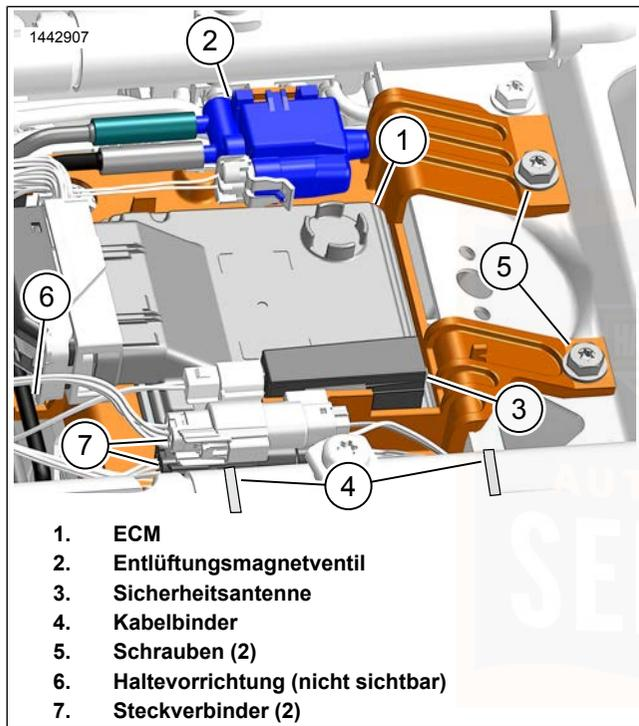
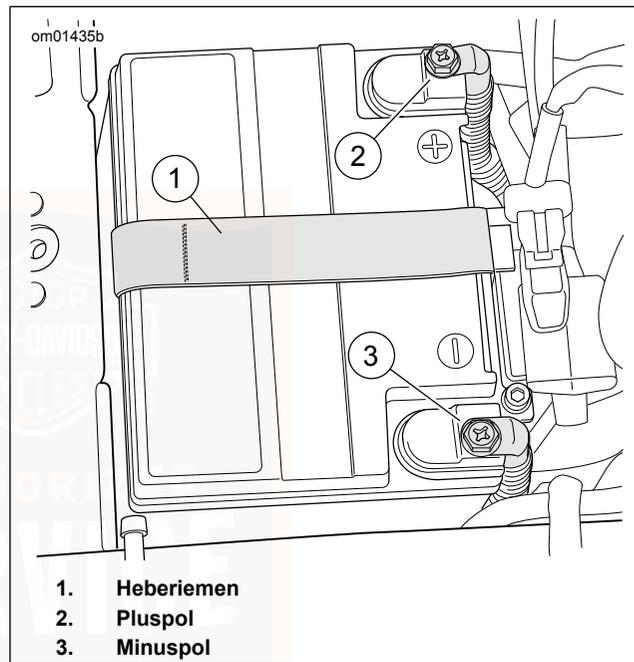

Abbildung 88. Obere Elektriztafel
Abbildung 89. Batteriefach
2. Siehe Abbildung 88. ECM (1) von der oberen Elektriztafel lösen. Beiseiteschieben.
3. Sofern vorhanden, das Entlüftungsmagnetventil (2) nach oben verschieben, um es von der oberen Elektriztafel zu lösen.
4. **Modelle mit Sicherheitssystem:** Die Sicherheitsantenne (3) von der oberen Elektriztafel lösen und aus dem Weg schieben.
5. Steckverbinder (7) von den Fixierungen auf der oberen Elektriztafel lösen.
6. Befestigungsteile (5) entfernen.
7. Kabelbinder durchschneiden (4). Die Kabelbäume verschieben, um mehr Freiraum für die obere Elektriztafel zu erhalten.
10. Siehe Abbildung 89. Beide Batteriekabel, das Batterieminuskabel zuerst, abklemmen.
3. Siehe Abbildung 89. Die Batterie mit der Kontaktseite nach vorne in die Batteriegrundplatte einsetzen.
7. Siehe Abbildung 88. Die obere Elektrietafel in die Einbaustellung bringen und die Verriegelung in die Niederhaltevorrichtung eingreifen lassen.
8. Die obere Elektrietafel mit Befestigungsteilen (5) am Rahmenquerträger befestigen. Festziehen.